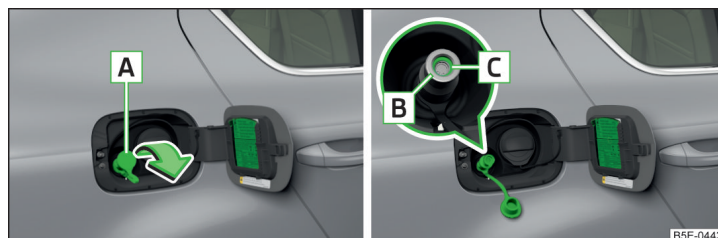

Fig. 201 Tubulure de remplissage pour gaz naturel
- Retirez le capuchon **A** » fig. 201 de la tubulure de remplissage pour le gaz **B**.
► Contrôlez que la bague d'étanchéité **C** » fig. 201 est restée dans la tubulure de remplissage de gaz.